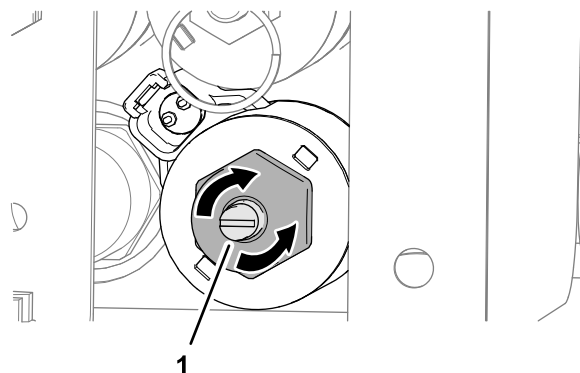

図 32
1. 優先バルブの六角ヘッドねじを右に回すとフロア速度が増大する 図 32。